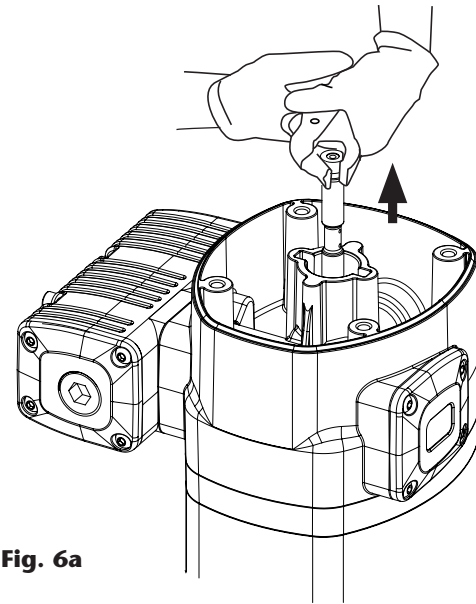
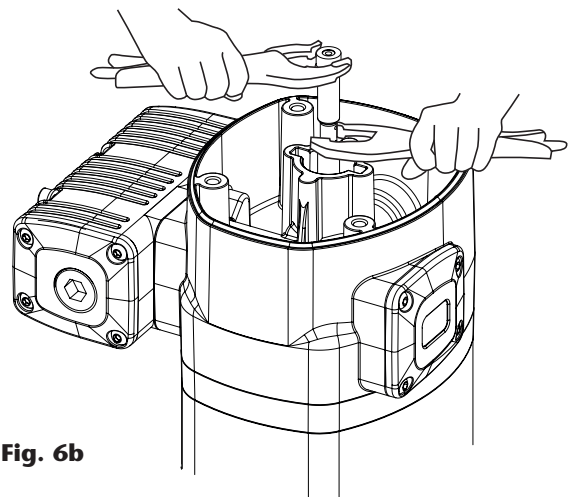

Fig. 6a
Fig. 6b
1. Unscrew the bolts (2) and remove the cap (3).
2. Unscrew the sensor sleeve (4).
3. With a manual clamp on the nut (5), pull the rod (40) outwards until its central recess appears (fig. 6a). Then, with another manual clamp, grab the rod (40) on said recess to prevent sealing surface to be damaged, and unscrew the nut (5) (fig. 6b).
4. Remove o-ring (6) and ring (7), and replace them with new ones later.
5. Unscrew the bolts (55). Pull the motor body (13) outwards to free it along with bridle (36).
6. Take away the gasket (9) and replace its seals (8) and (10).
7. Unscrew the bolts (37) and split the motor (13) from the bridle (36). Take away the washer (32) and replace the seal (8).
8. Take away the cylinder (50) while carefully holding the air piston (45). Replace the piston seal (44).
9. Reassemble in reverse order, applying thread locker in screws (37), nut (5) and sensor sleeve (4).
1. Desenrosque los cuatro tornillos (2) y quite la tapa (3).
2. Desenrosque el tapón inversor (4).
3. Con ayuda de una mordaza manual sobre el casquillo (5), tire hacia fuera del vástago (40) hasta que aparezca su rebaje central (fig. 6a). Después, con otra mordaza manual agarre el vástago (40) en dicha zona rebajada central para no dañar la superficie destinada al sellado y desenrosque el casquillo (5) (fig. 6b).
4. Deseche la tórica (6) y el aro (7), y use otros nuevos posteriormente al volver a montar.
5. Desenrosque los cuatro tornillos (55). Tire hacia arriba del cabezal motor (13) hasta liberarlo junto con la brida (36).
6. Quite el casquillo inversor (9). Sustituya las juntas (8) y (10) de este casquillo.
7. Desenrosque los cinco tornillos (37) y separe el cuerpo motor (13) de la brida (36). Extraiga la arandela (32) y sustituya la junta (8).
8. Retire el cilindro (50) sujetando con cuidado el émbolo (45). Sustituye la junta (44) de dicho émbolo.
9. Vuelva a montar el conjunto en sentido inverso, aplicando fijador de rosca en los tornillos (37), casquillo (5) y tapón inversor (4).